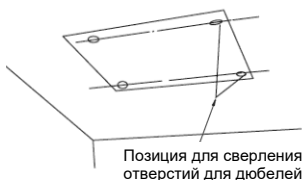

Рис. 5
- (1) При помощи установочного шаблона просверлите четыре отверстия для винтов. (Рис. 5)